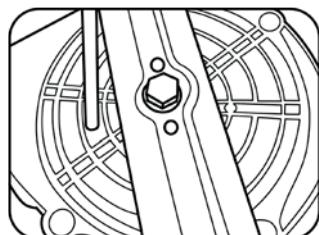

Fig. 8.1
- ✿ Zablokuj nóż przed obrotami przy pomocy śrubokręta. Rysunek 8.1